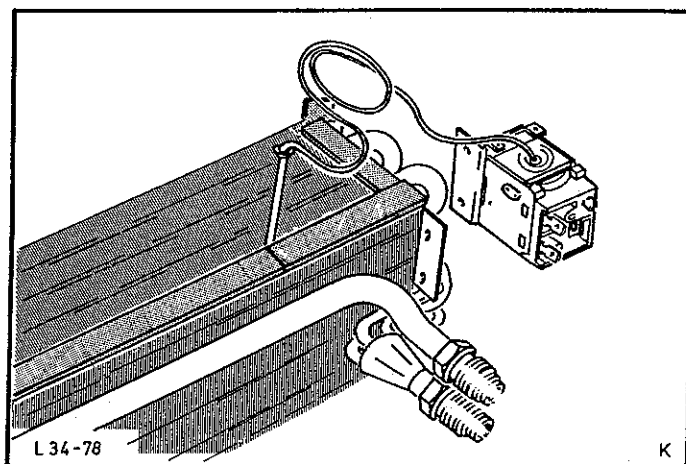
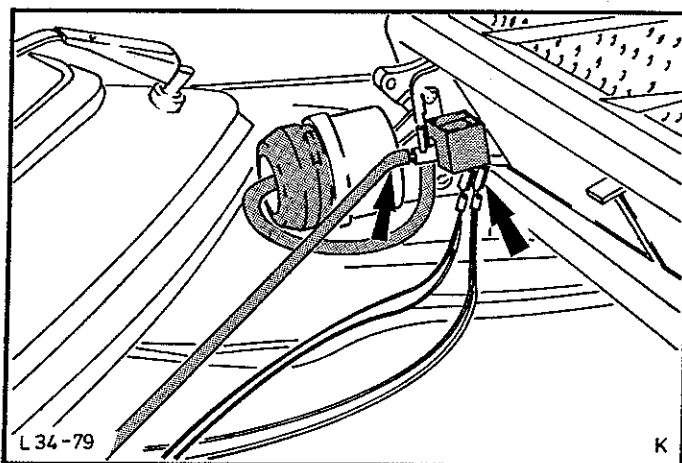

Abb.36 Dichtgummi an den Verdampfer ankleben und De-Ice-Thermostat anbauen
Abb.37 Unterdruckleitung und Kabel an Magnetschalter anschließen
7. Dichtgummi an den Verdampfer ankleben (Abdichtung zum Gehäuse), Abb.36.
8. De-Ice-Thermostat an den Verdampfer anbauen, Abb.36, und Verdampfer ins Gehäuse einbauen. Kabel und Unterdruckschlauch wieder am Magnetschalter anschließen, Abb.37. Verdampfer komplett mit Gehäuse einsetzen und befestigen. Kabel an den De-Ice-Thermostat anschließen.